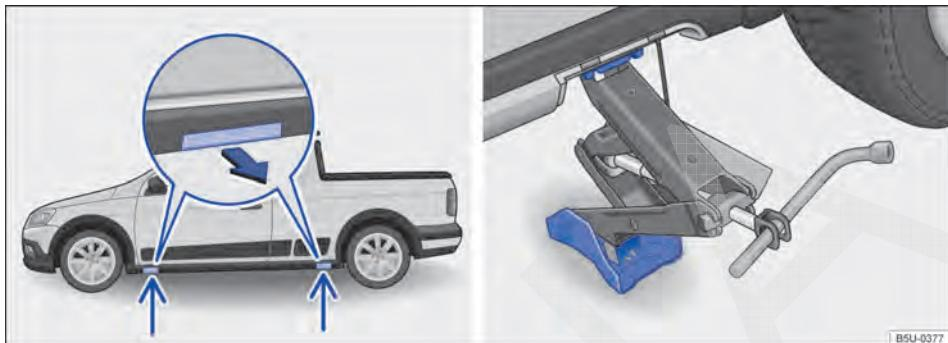

Fig. 171 Pontos de apoio do macaco e macaco posicionado no lado esquerdo traseiro do veículo - veículos com soleiras externas.
O macaco somente pode ser posicionado nos pontos de apoio indicados (cobertura removível) → **Fig. 171**. É válido o ponto de apoio localizado próximo à roda correspondente → .
7. Desencaixar a cobertura de acesso ao ponto de apoio do macaco, no sentido da seta → **Fig. 171**.
9. Garantir que a base do macaco, com toda sua superfície, esteja sobre o chão e que a base se encontre perpendicularmente abaixo do ponto de colocação → **Fig. 171**.
10. Alinhar o macaco e, simultaneamente, levantar a garra do macaco até ela se encaixar na travessa debaixo do veículo → **Fig. 171**.
- Posicionar o macaco somente nos pontos indicados. A garra do macaco deve se encaixar no perfil da longarina de forma segura → Fig. 171.